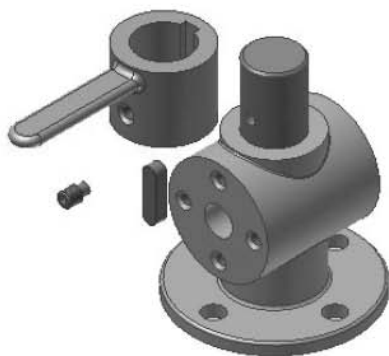

Рис. 9.50. Добавление шпонки, винта и ручки
1. Вставьте в сборку компоненты (рис. 9.50): ручку (*Ruchka.ipt*), шпонку (Сборка ▶ Компонент ▶ Вставить из библиотеки компонентов ▶ Детали вала ▶ Шпонки ▶ Призматические ▶ Закругленный ▶ Шпонка ГОСТ 23360–78) с параметрами для вала диаметром 35, 10×8×36, а также винт (Сборка ▶ Компонент ▶ Вставить из библиотеки компонентов ▶ Болты Винты ▶ Установочные винты ▶ Винт ГОСТ 11075–93) с параметрами Винт М10×16.